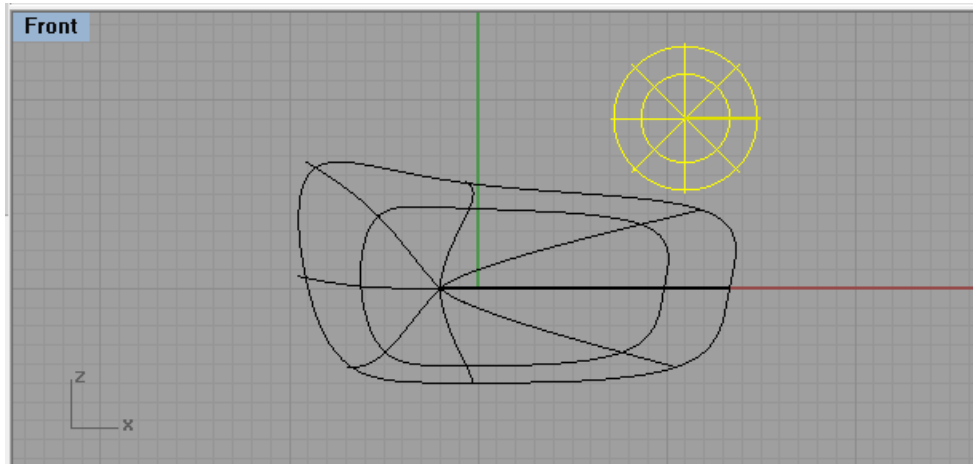

**Figura 5.19**
21.- Arrastrarlo hacia arriba como se muestra en la figura 5.19.